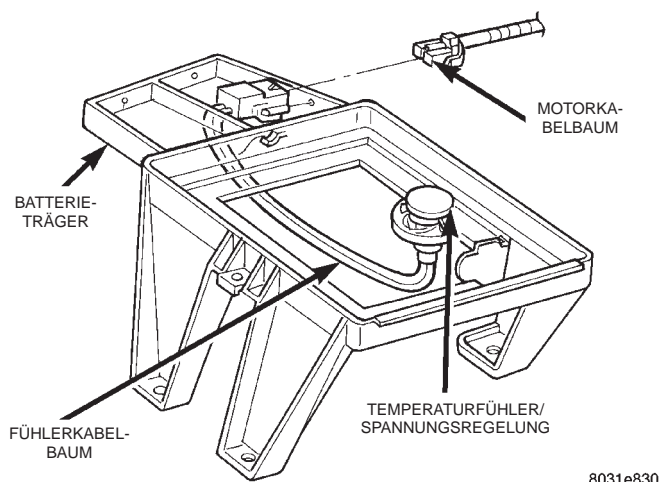

Abb. 3 Temperaturfühler/Spannungsregelung
(1) Der Fühler ist unter der Batterie am Batterieträger angebracht (Abb. 3). Am Fühler ist ein zweipoliger Steckverbinder angeschlossen. Das andere Ende des zugehörigen Kabelbaums ist am Motorkabelbaum angeschlossen.